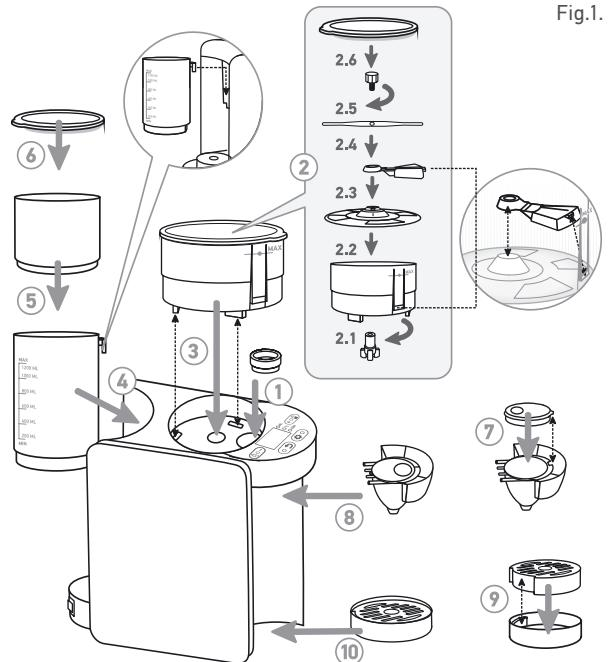

Fig.1.
- Stellen Sie die Dichtung fest, wie in Fig. 1, P. 1.
- Stellen Sie den Container für die Mischung (Fig. 1, P. 3) fest, damit der Vorsprung des Containers mit der Aussparung (dem Einschnitt) auf dem Basisblock abgestimmt hat, wie in Fig. 1, P. 2 (2.1–2.6). Vergewissern Sie sich, dass der Container in den Block dicht eingestellt ist, und Zähne der Welle des Containers und der Basiseinheit fallen nicht aufeinander (eingeknickt). Falls notwendig drehen Sie die Welle des Containers manuell und stellen den Container nochmalig ein.
- Stellen Sie den Wassercontainer (Fig. 1, P. 4) fest. Beachten Sie, dass der Vorsprung auf dem Körper des Wassercontainers in die Aussparung (den Einschnitt) auf dem Körper der Basiseinheit dicht eingestellt sein soll, und der Container soll im Unterboden auf dem Basisblock auf Anschlag eingestellt sein. Füllen Sie den Container mit Wasser nach, die Notiz MAX nicht übertretend.
- Auf den Wassercontainer stellen Sie den Ersatzcontainer (Fig. 1, P. 4) fest.
- Bedecken Sie den Ersatzcontainer (Fig. 1, P. 5).
- Stellen Sie den Fülltrichter (Fig. 1, P. 8) fest, vormontiert so, dass der Vorsprung des Deckels des Fülltrichters mit dem Einschnitt auf dem Körper des Fülltrichters abgestimmt hat, wie in Fig. 1, P. 7. Vergewissern Sie sich, dass der Fülltrichter in den Block dicht eingestellt ist.
- Stellen Sie die Schale für die Mischung (Fig. 1, P. 10) fest, vormontiert, wie in Fig. 1, P. 9.